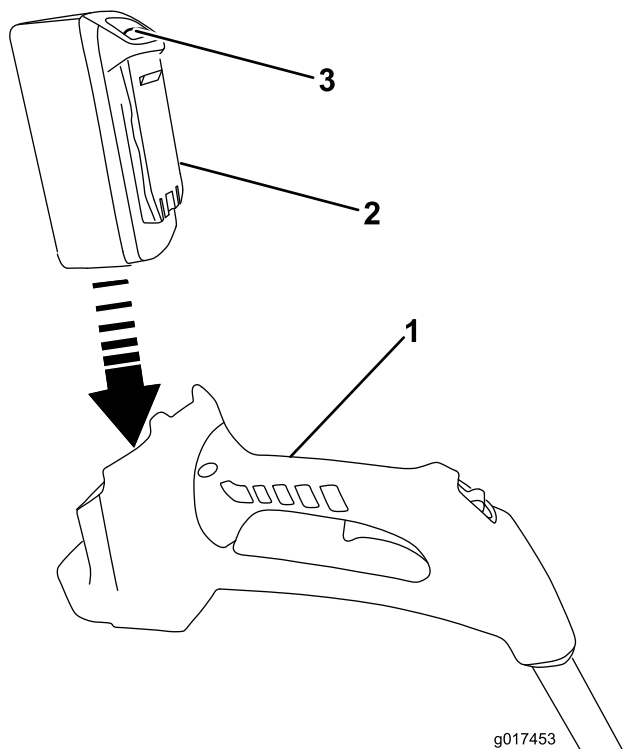

Figure 7
- Alignez la languette de la batterie sur le creux dans le corps de la poignée (Figure 7).
2. Saisissez la poignée d'actionnement (Figure 7).